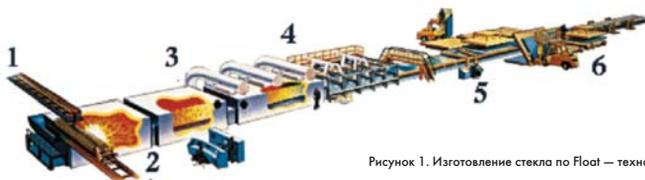

Рисунок 1. Изготовление стекла по Float — технологии
Для изготовления стекла по **Float** — технологии (рисунок 1), смесь (1) сырья из кварцевого песка, извести, соды и других материалов подается в печь (2) и расплавляется при температуре ~1 600 °С. Затем стекломасса, в виде бесконечной стеклянной ленты, вытекает в ванну с расплавленным жидким металлом (3). Здесь стекло получает свою «высококоллосность» и «полированность» (глянцеvitость) поверхности. Затем бесконечная стеклянная лента поднимается из ванны с металлом и направляется в охлаждающую печь (4), где равномерно остывает. После этого стекло можно резать (5) и складировать (6).